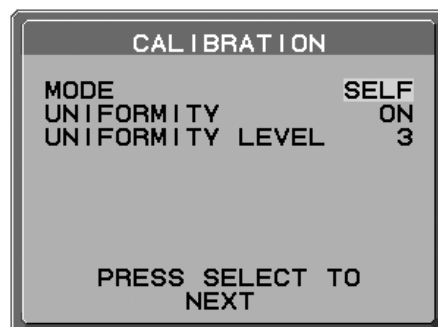

Figure 3
2. Sélectionnez SELF (AUTO) pour le mode de sélection (**Figure 3**).